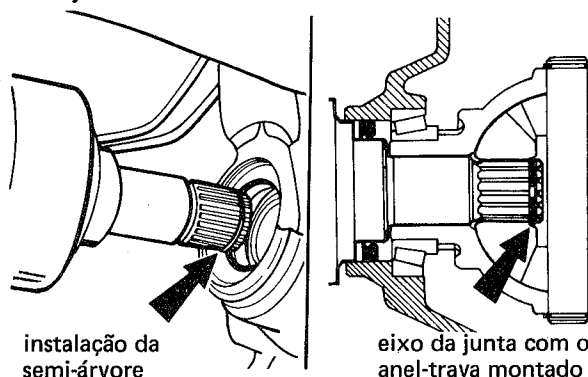

fig. 17
7. Fixar a junta homocinética com um anel-trava novo, nas estrias do diferencial, por pressão, contra a roda (fig. 17)